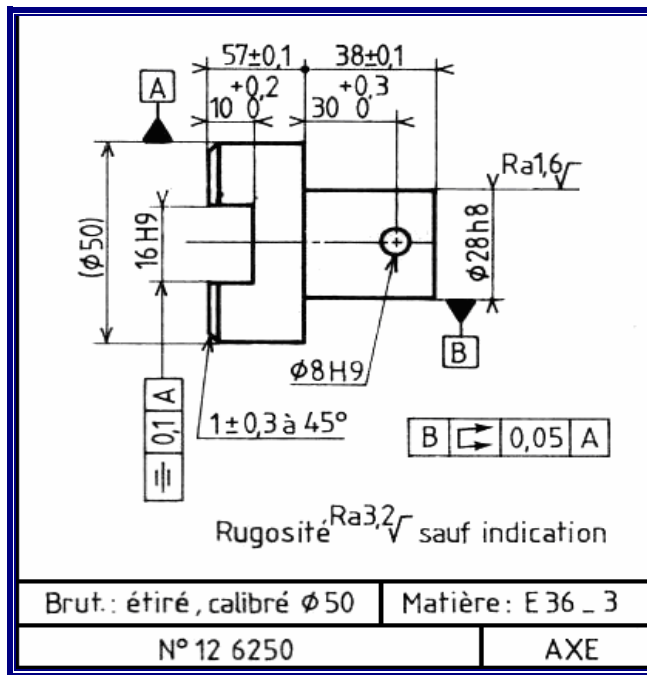

Figure 1
- Le dessin de définition de produit (d. d. p.) (fig. 1) ;